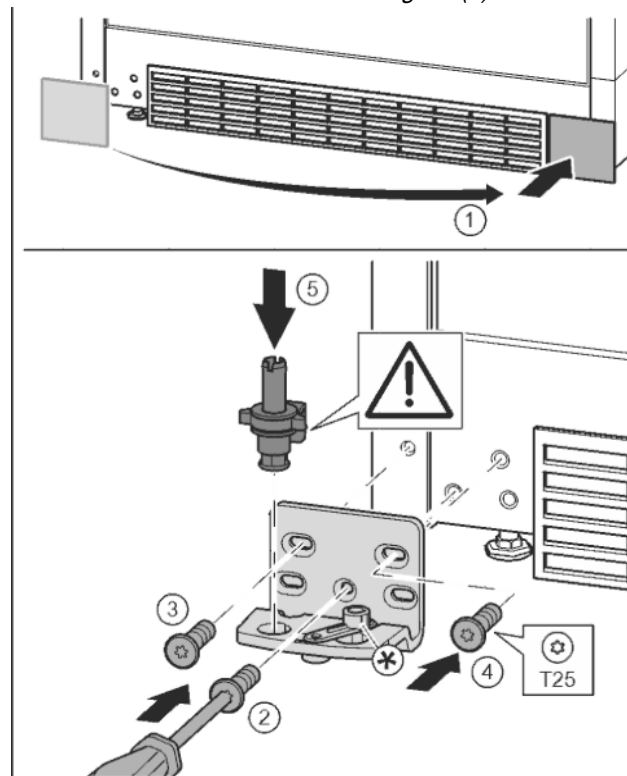

Fig. 12
- ▶ Enlever le cache et le mettre de l'autre côté. Fig. 12 (1)
- ▶ Poser le support de palier de l'autre côté et le visser à l'aide d'un tournevis T25. Commencer par la vis 2 en bas au milieu. Fig. 12 (2)
- ▶ Visser les vis 3 et 4. Fig. 12 (3, 4)
- ▶ Mettre en place l'axe de palier complet. Veiller à ce que l'ergot d'enclenchement soit orienté en arrière. Fig. 12 (5)